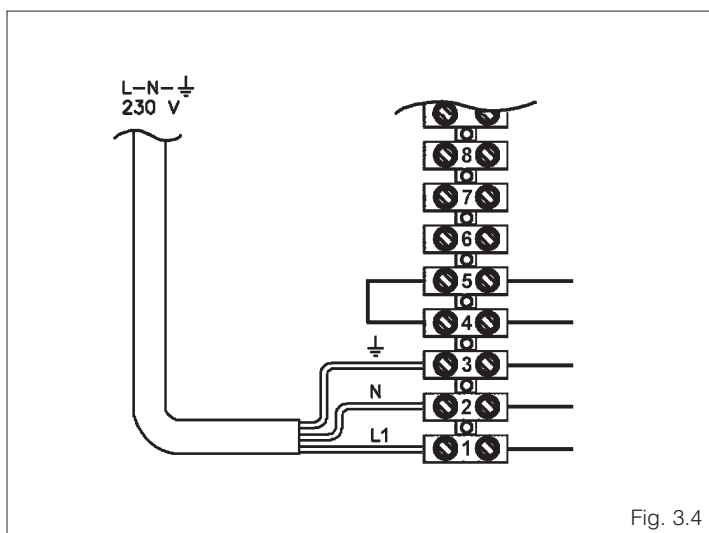

Fig. 3.4
- Conexión de la alimentación eléctrica (fig. 3.4)